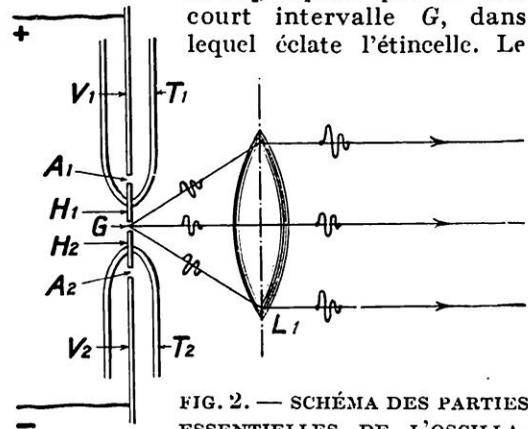

FIG. 2. — SCHÉMA DES PARTIES ESSENTIELLES DE L'OSCILLATEUR DU DOCTEUR NICHOLS
*Oscillateur.* — La figure 2 montre les parties essentielles de l'oscillateur. Il est formé de deux cylindres de tungstène  $H_1$  et  $H_2$ , séparés par un très court intervalle  $G$ , dans lequel éclate l'étincelle. Le
L'éclateur prend son énergie au moyen de charges qui lui sont communiquées par des conducteurs  $V_1$ ,  $V_2$  branchés sur une bobine d'induction. Les charges traversent l'espace d'air  $A_1$ ,  $A_2$  jusqu'à ce que  $H_1$ ,  $H_2$  soient chargés à un assez haut potentiel pour briser l'isolement du pétrole, qui se trouve en  $G$ , dans l'espace d'éclatement. Une étincelle jaillit alors, une décharge oscillante s'ensuit et donne naissance à un train d'ondes courtes tel que celui de la figure 2. La longueur d'onde de la radiation émise dépend des dimensions et du montage des cylindres de tungstène  $H_1$ ,  $H_2$ .